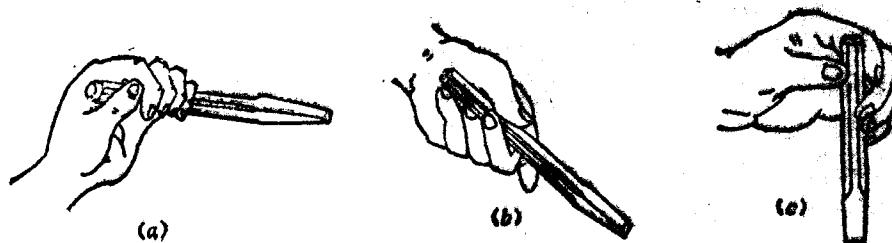

图 1-4 錾子的握法
1. 錾子的握法 錾子用左手握持，尾部伸出约20毫米。握持的方法有三种，见图1-4。
正握法：如图1-4(a)所示。这种握法适于在平面上进行錾削，錾削时，要保持錾子的
反握法：手背朝向工件，手指自然捏住錾身，见图1-4(b)。它适用于少量或侧面的錾削。
立握法：保持錾子与工件相垂直的一种握法，用于垂直錾切工件，如在铁砧上錾断材料。握法如图1-4(c)所示。